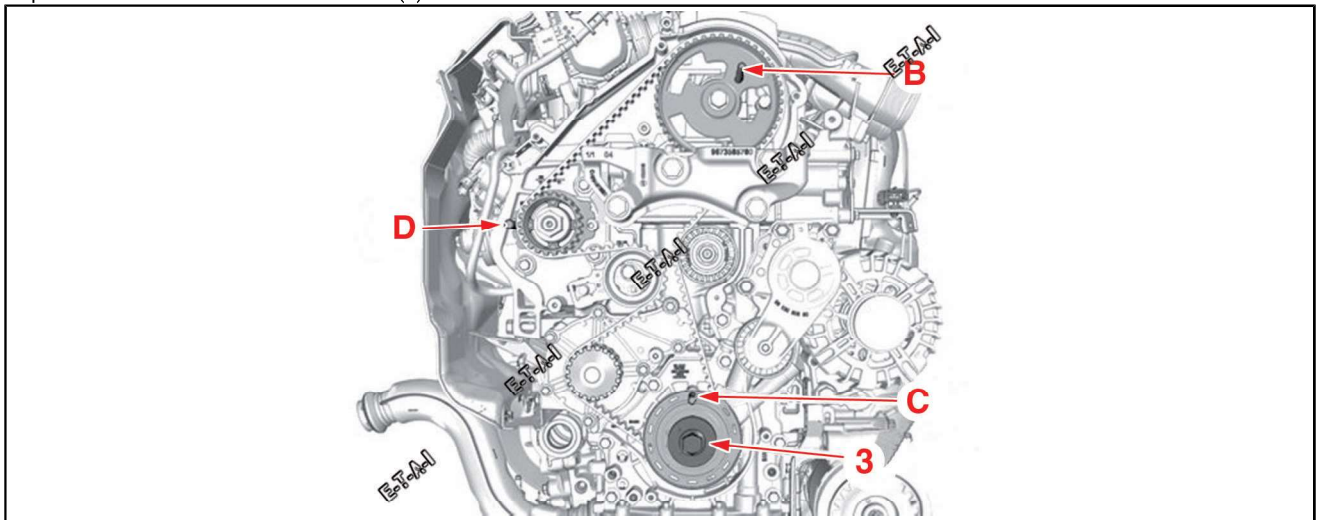

Fig.3
- Déposer le capteur régime moteur (6)(Fig.3).